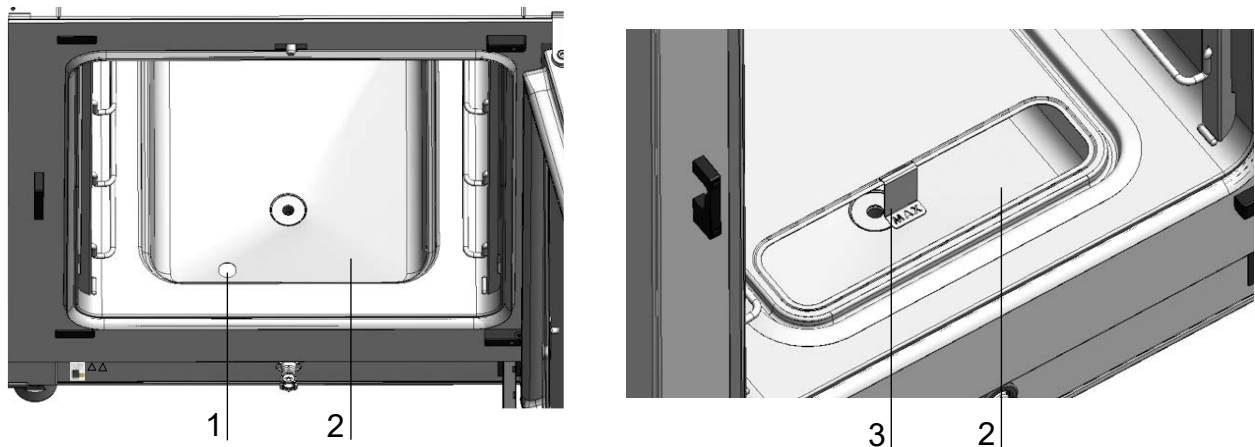

図 3-7. 水位センサー
- 水位センサー（図 3-7、1）は、貯水槽（図 3-7、2）に水を補給する必要があるときに、ユーザーに警告を発します。もし、貯水量が 0.5 L になると、ディスプレイの RH フィールドに「エラー - RH - 水がありません」というメッセージが表示されます（も参照「エラー表示」のページ 6-45 してください）。
- 加えて、注ぎ脚し時期がわかるよう、最大水位のメカニック / 視覚的表示もついています（参照図 3-7, 3）。